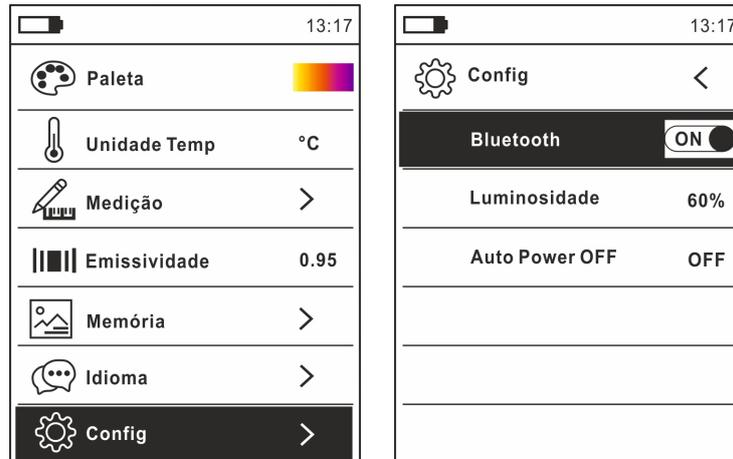

Fig. 19: Ativação da ligação Bluetooth
1. Premir o botão , selecionar o menu “Configurações (Impostazioni)” e ativar a ligação Bluetooth no instrumento (consultar o § 5.2) como se mostra na Fig. 19.